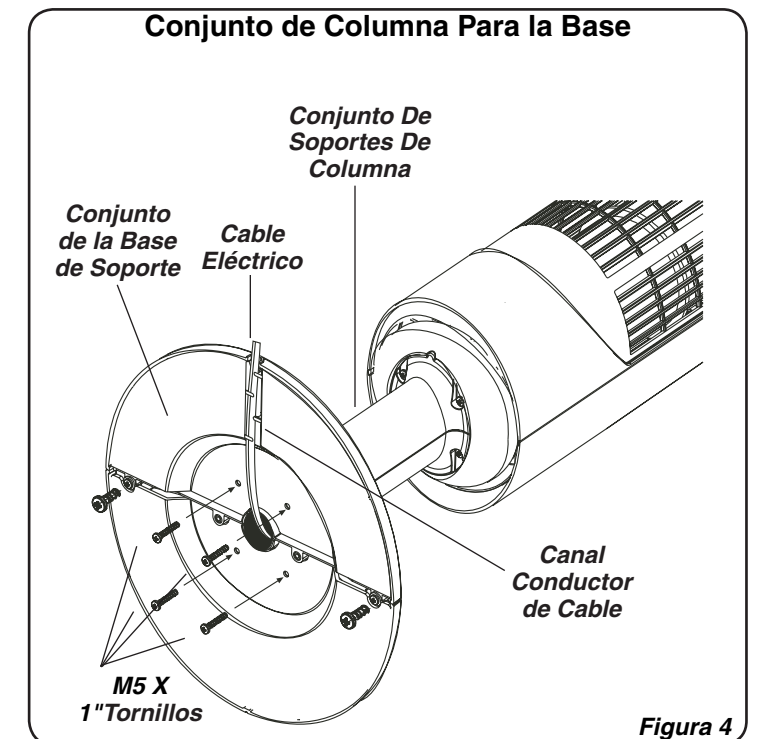

Figura 4
**Columna**, cerciorándose de que el canal del cable en la parte inferior de la base de soporte esté orientado hacia la parte posterior del Ventilador. Ensamble el **Conjunto de la Base de Soporte** con el **Conjunto del Soporte de Columna** utilizando los **Tornillos M5 de (4) 1"** de largo. Jale con cuidado toda holgura excesiva del **Cable de Electricidad** e introdúzcala por el **Canal Conductor de Cable**. (Figura 4)